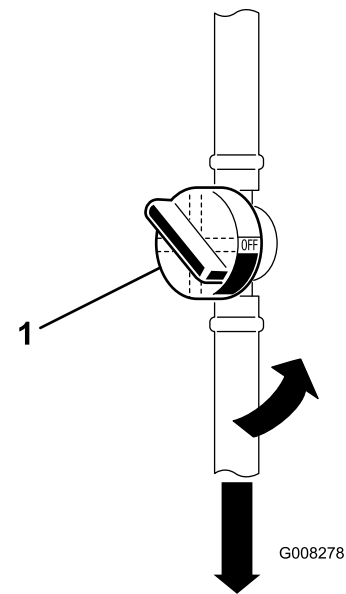

Figura 31
- 7. Apriete los extremos de las abrazaderas y deslícelas por el tubo alejándolas del filtro de combustible usado (Figura 31).
- 5. Cierre la válvula de cierre de combustible (Figura 31).